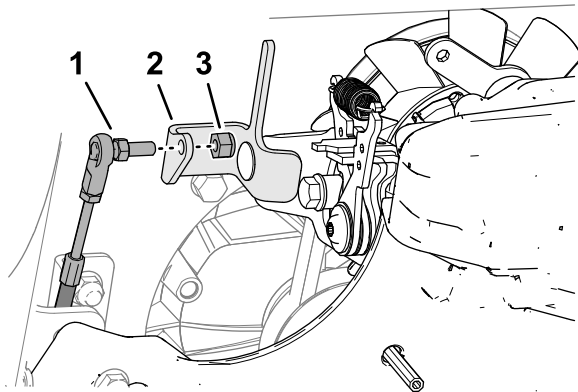

Figura 69
1. Inserte el acoplamiento del cable de control de tracción a través del orificio del soporte del control del transeje (Figura 69).